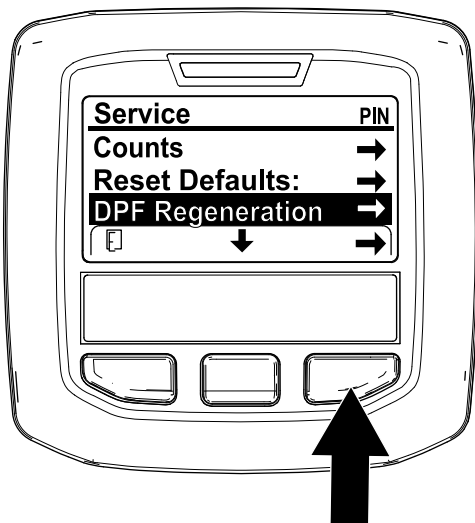

Рисунок 37
1. Перейдите к меню Service (Техобслуживание), нажмите среднюю кнопку для прокрутки вниз к опции DPF REGENERATION (РЕГЕНЕРАЦИЯ DPF) (Рисунок 37).
2. Нажмите правую кнопку для выбора позиции DPF Regeneration (Регенерация DPF) (Рисунок 37).